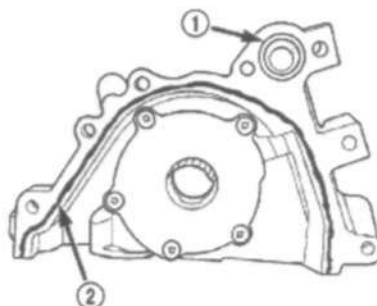

Рис. 94 Уплотнение масляного насоса.
(1) Убедитесь, что все поверхности чистые, без следов масла и загрязнения.
(2) Нанесите герметик Mopart Gasket Maker на масляный насос, как показано на Рис. 94. Установите кольцевое уплотнение в канал подачи насоса корпуса насоса.